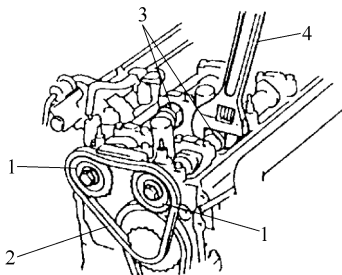

图 6-45 拆下凸轮轴链轮与第二正时链
7) 拆下进气和排气凸轮轴正时链轮螺栓 1。为将其拆下, 可将扳手 4 装在凸轮轴中央的六角部位 3 使之固定, 如图 6-45 所示。
8) 拆下凸轮轴正时链轮和第二正时链条 2, 如图 6-45 所示。